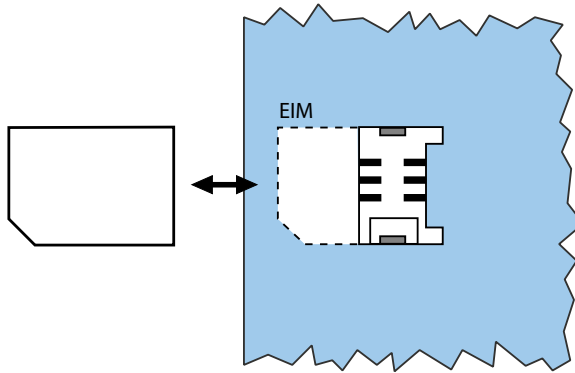

Fig. 74 EIM-Karte
4. Schieben Sie die neue EIM-Karte unter den Führungslaschen hindurch bis zum Anschlag in den Chipkartenhalter. Achten Sie darauf, dass sich die Kontakte der EIM-Karte unten befinden und die abgeschrägte Ecke der EIM-Karte gegen den Rand des Mainboards zeigt (siehe Fig. 74).